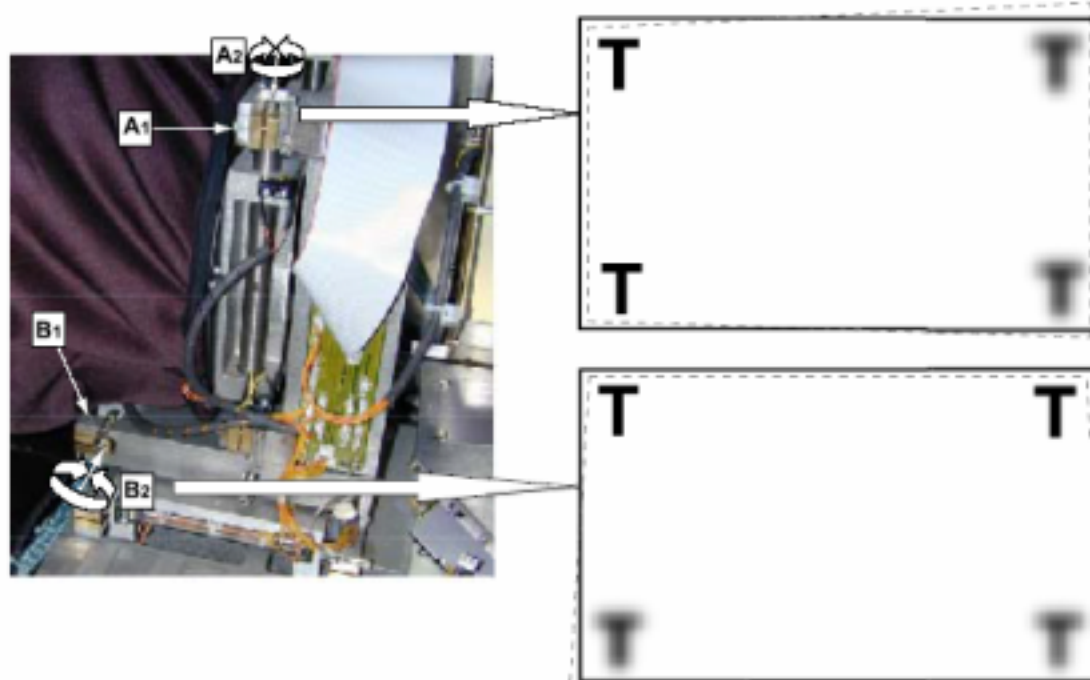

图 9-18
1. 松动螺丝A1 和 B1，固定调节棒进行Scheimpflug调节 (图 9-18)。